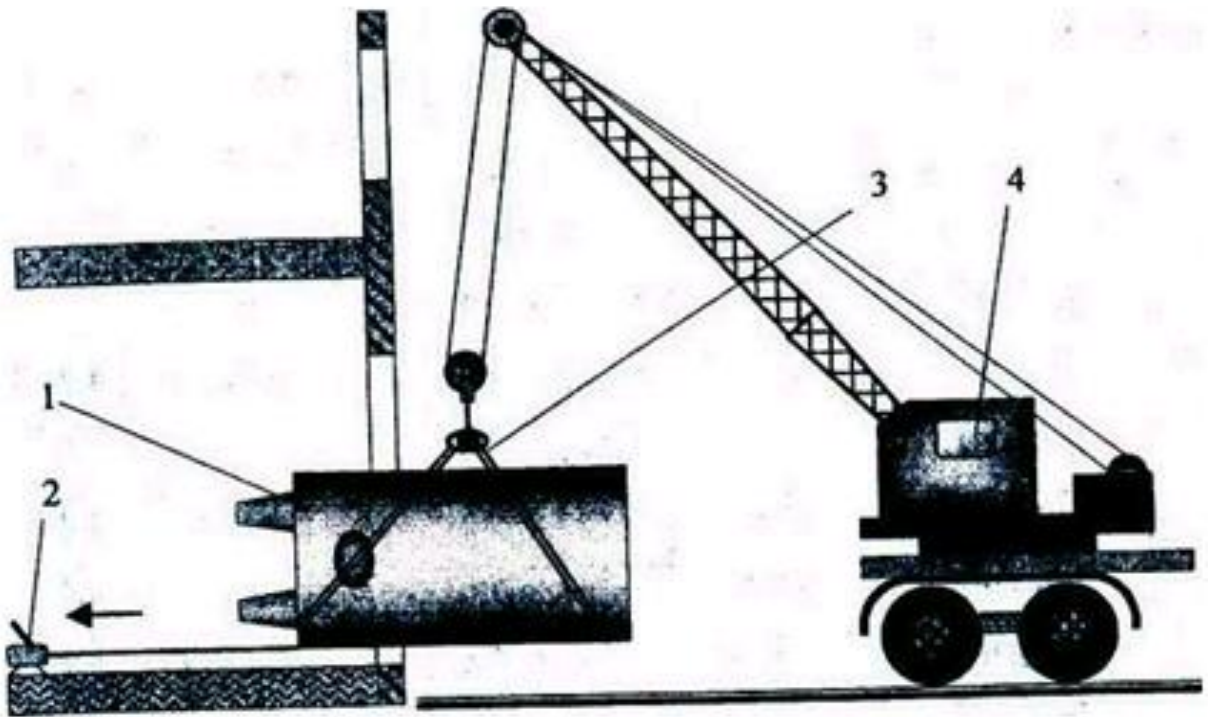

Рис. 3 Схема подачі обладнання в цех: 1 - технологічне обладнання, що подається в цех; 2 - лебідка; 3 - стропи; 4 - автокран
- подача обладнання на монтажний майданчик (рис. 3);